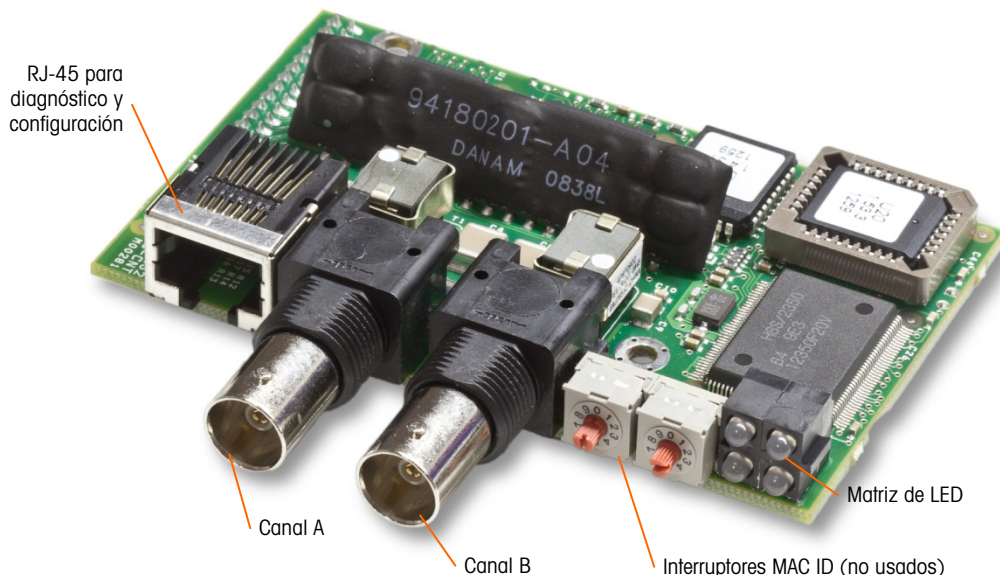
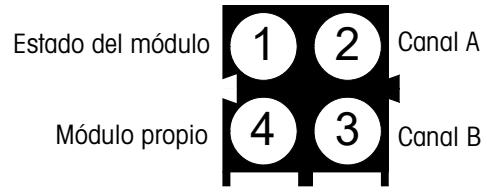

Figura 2-99: Conexiones y componentes del módulo PLC de ControlNet
Figura 2-100: LED indicadores de estado de ControlNet
El módulo PLC de ControlNet (Figura 2-99) se conecta con la red ControlNet a través de dos cables coaxiales. El canal B es redundante con el canal A, y no se utiliza a menos que ControlNet no detecte señal en el canal A. Observe que la dirección de los módulos se establece en software, y los interruptores MAC ID indicados en la Figura 2-99 no se utilizan.
- No enchufe un cable Ethernet en el conector RJ-45 mostrado a la izquierda en la Figura 2-99. Puede ocurrir daño a la IND780.
La Figura 2-100 muestra una matriz de LED indicadores de estado en la tarjeta ControlNet (vea también la Figura 2-99).